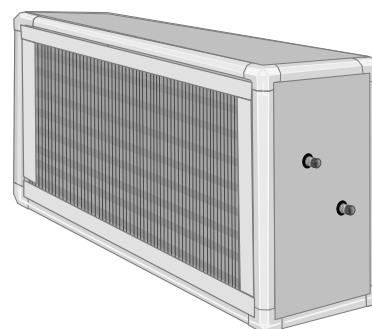

Fig 2
12. För att säkerställa frysvaktsfunktionen i batteriet krävs att man vid låga utetemperaturer har ständig cirkulation i batteriet. Därför skall en sekundärpump och backventil installeras enligt fig. 2. Pumpsats med pump, backventil och injusteringsventil finns som tillbehör.